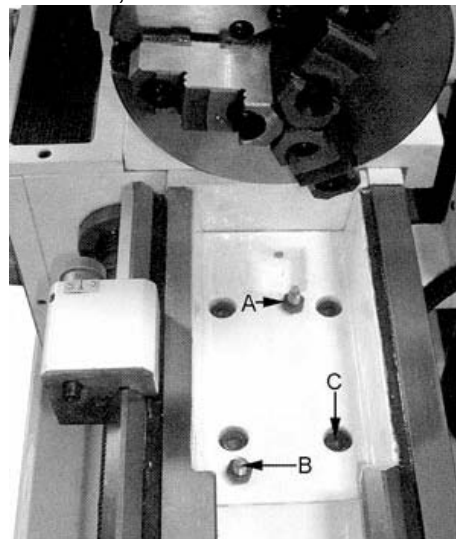

Рис. 21
Вытащите конический штифт (B, рис.21) посредством подтягивания гайки (A).